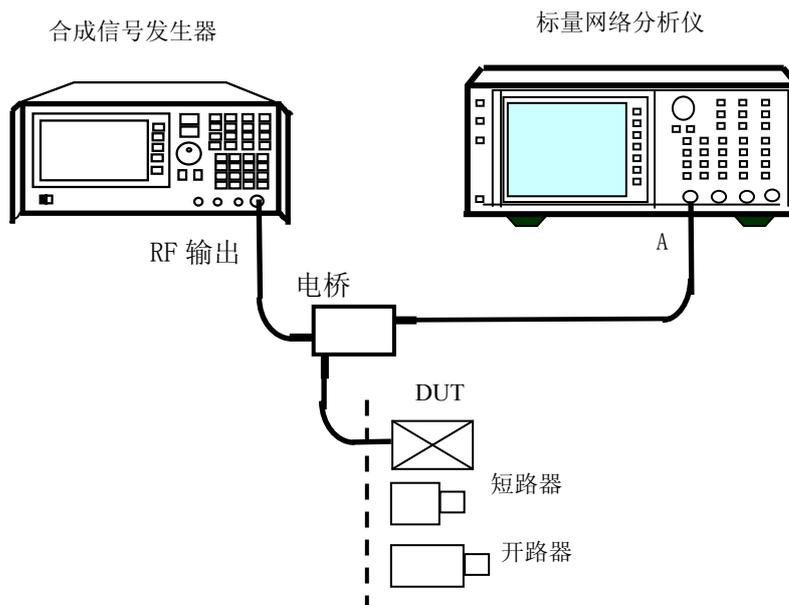

图 5-10 单通道反射测量系统配置
- 按图 5-10 搭建自动标量网络测试系统；
在实际应用中，由于采用 DUT 不可避免的存在反射，并且合成扫源也存在一定的功率漂移，因此常采用功分器进行反射测量，如图 5-10 所示，利用功分器能准确测量电桥输入信号的功率电平，并可以消除信号源功率漂移的影响。利用功分器进行反射测量的一般分为以下几个步骤：